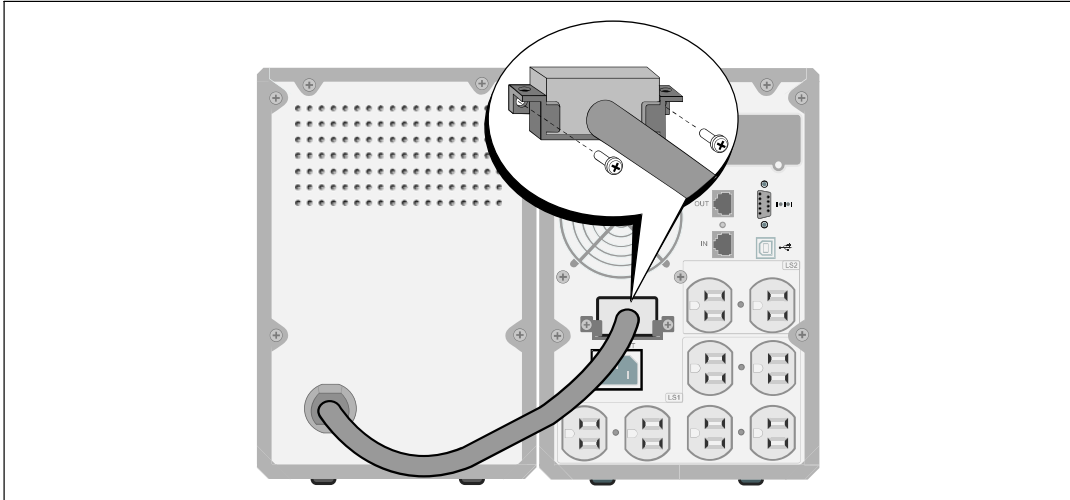

图 15. EBM的安装，仅适用于1000W 和 1920/1500W塔式 UPS
- 3 将EBM电缆插入 UPS 电池连接器（参见图 15）。